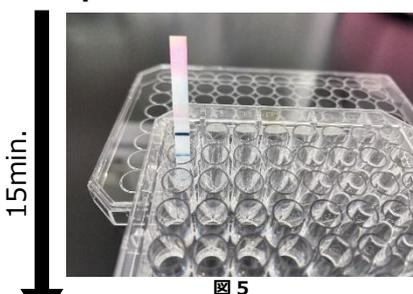

図 5
- 新しいウェルに洗浄液を、各ウェルに 50 $\mu$ L ずつ注入する。[図 5]